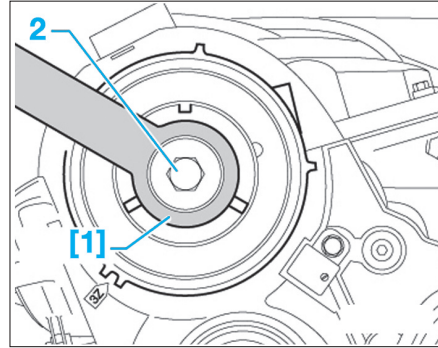

Fig. 31
- A l'aide de l'outil [1], desserrer d'environ deux tours, la vis de fixation (2) (Fig.31) du moyeu.